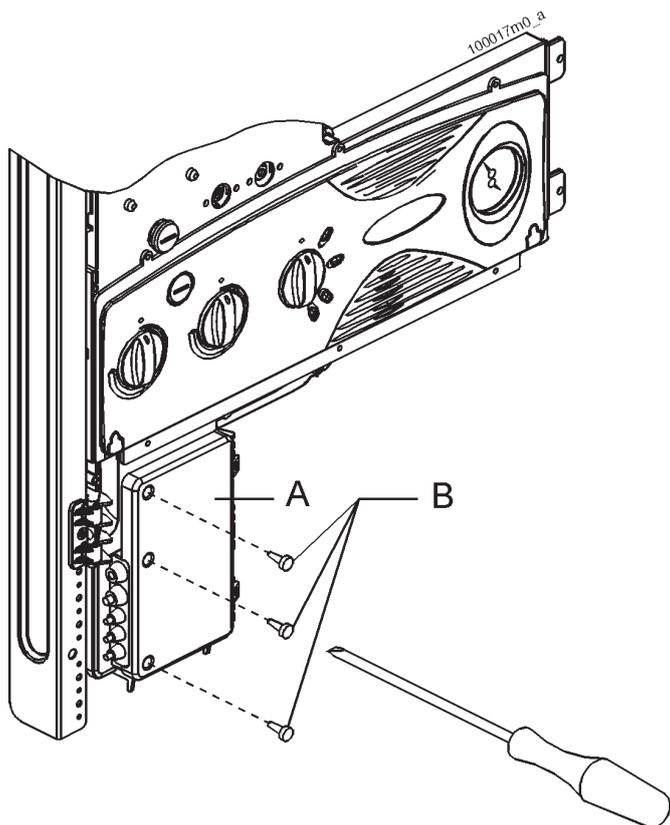

Figura 21 - Apertura box connessioni elettriche
- togliere il ponte elettrico presente fra i morsetti "13" e "14" della morsettieria di figura 21, 22 e 23;
- collegare i 2 capi del cavo precedentemente steso, ai morsetti "17" e "18" della morsettieria di figura 21, 22 e 23;